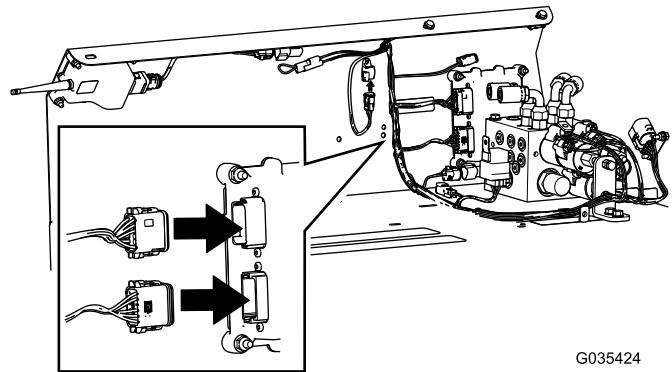

Bild 15
6. Stecken Sie die Steuergerätanschlüsse in die Steuergerätadapter (Bild 15).